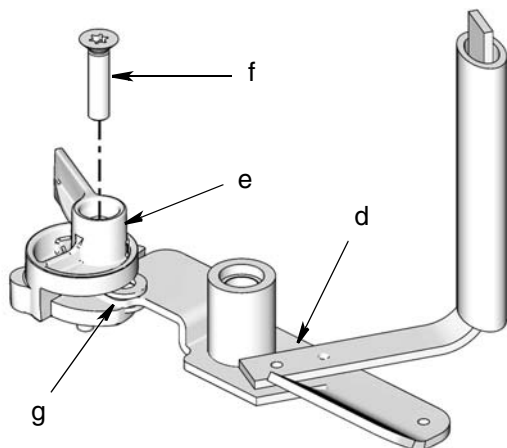

FIG. 6
- a. Rimuovere il bullone (f) e le rondelle (g) che fissano la pala a livello basso (e) alla pala di mescolamento (d) e separare completamente queste parti dalla pala di mescolamento. Conservare il bullone e le rondelle per il rimontaggio (FIG. 6).